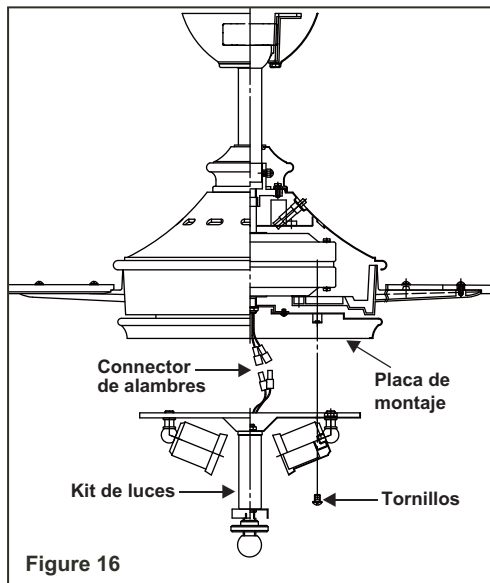

Figure 16
**Paso 2.** Mientras sostiene la lámpara bajo el ventilador, realice las conexiones del enchufe polarizadas: (Fig. 16)
**Paso 3.** Coloca los orificios tipo ojo de cerradura en el kit de luces sobre los 2 tornillos previamente aflojados de la placa de montaje, gira la placa del luces hasta que caiga en su lugar en la parte estrecha de los orificios tipo ojo de cerradura. (Fig. 16)